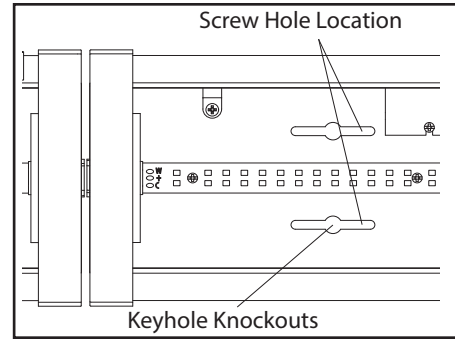

Figure 5
3. Remove 4 keyhole knockouts. -See Fig 5
4. Remove the port covers (9) on the end caps where the connection will be made.
5. With the power turned off, insert Row Connector (8) into the previously installed fixture and connect next Fixture Housing (1) to connector. While supporting housing – mark the screw hole locations to be located at the narrow section of the keyholes further from the first fixture (4 total). -See Fig 5.
3. Retirez les alvéoles défonçables de "keyhole". Voir figure 5. Pour retirer les alvéoles défonçables: Placez un tournevis standard au centre de la fente et frappez doucement à l'aide d'un marteau. Saisissez le bord avec une pince et pliez-le d'avant en arrière jusqu'à ce qu'il soit retiré. Voir figure 2
4. Retirez les couvercles des ports (9) situés sur les embouts, à l'endroit où le branchement sera effectué.
5. Après avoir coupé l'alimentation, insérez le connecteur en série (8) dans le luminaire précédemment installé et raccordez le boîtier du luminaire que vous comptez installer au connecteur. Tout en soutenant le boîtier, marquez l'emplacement des trous des vis à placer sur la section étroite des trous de serrure, à quelques centimètres du premier luminaire (4 au total). Voir figure 5.